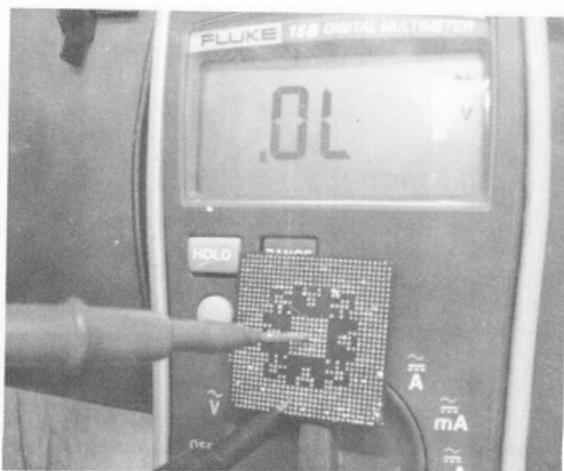

图 5-26 判定 GPU 坏
(12) 万用表一针接地，一针接信号线，为无穷大，如图 5-26 所示，证明 GPU 损坏。更换 GPU 后，显卡正常。